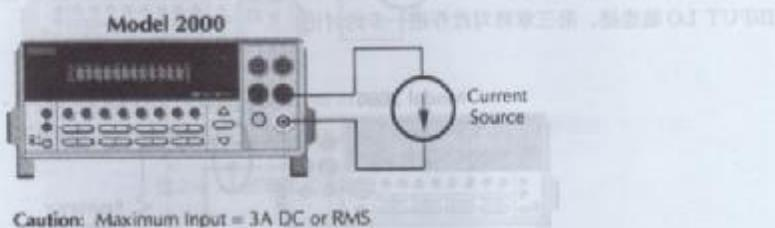

图 2—5 直流与交流电流测量
- (1) 必须使用前面板来输入，故先设定【INPUT】键于FRONT的位置，并将输入导线连接于AMPS和INPUT LO端。
- (2) 按下【DCI】或【ACI】来选择测量功能。
- (3) 按【AUTO】来启动或停止自动量程功能。当您启动此功能时，请注意显示屏上AUTO的灯会亮起来。如果想改为手动的设定时，利用【▲】和【▼】来选择一个符合条件的量程。
- (4) 将测试导线与电流源如图 2—5 连接。